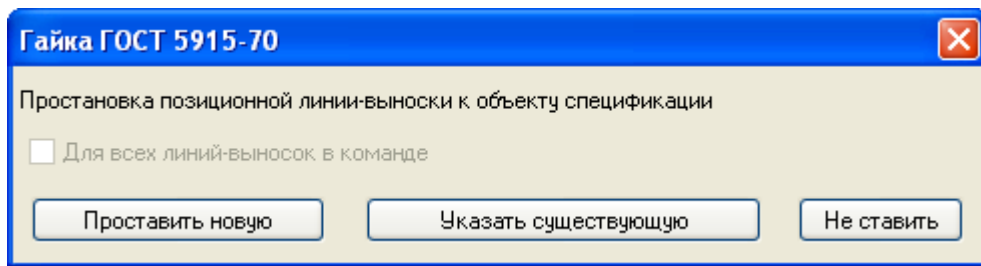

Рисунок14 – Окно простановки позиционной линии-выноски
10. После появится диалоговое окно простановки позиционной линии-выноски (Рисунок14):